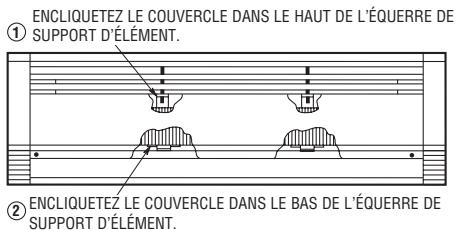

Figure 7. Fixation du couvercle
- Remettez en place le couvercle frontal en ajustant la lèvre supérieure du couvercle sur les pattes de chaque boîtier de raccordement et le bord supérieur d'équerre(s) de support d'élément de chauffe. Faites pivoter le couvercle vers le bas, en poussant ses angles inférieurs vers l'intérieur. Mettez les deux vis (enlevées précédemment à l'étape 4) au travers du couvercle dans les boîtiers de raccordement. Vérifiez que le bas du couvercle est engagé dans le bas de chaque équerre de support d'élément. Voir la Figure 7.
3. Après une intervention de nettoyage ou de service, remettez en place le couvercle de l'avant en vous assurant qu'il est bien fixé dans chaque support d'élément en haut et en bas (Voir la Figure 7).